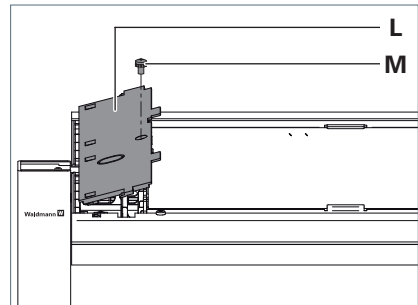

Fig. 6: Abdeckung montieren.
- Setzen Sie die Abdeckung **L** mit den Haken an der Unterseite der Abdeckung in die Ösen am Leuchtenkopf und drücken Sie die Abdeckung fest, siehe Fig. 6.